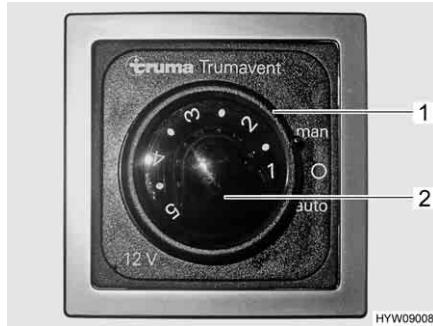

Fig. 108 Interruttore di comando per la ventola di ricircolo dell'aria (12 V)
- Posizionare l'interruttore girevole (Fig. 108,1) su "man" (regolazione manuale) o su "auto" (funzionamento automatico).
- Impostare con la manopola (Fig. 108,2) la prestazione della ventola di ricircolo dell'aria desiderata (regolazione manuale) oppure limitarla (funzionamento automatico).
- Posizionare l'interruttore girevole (Fig. 108,1) su "O".